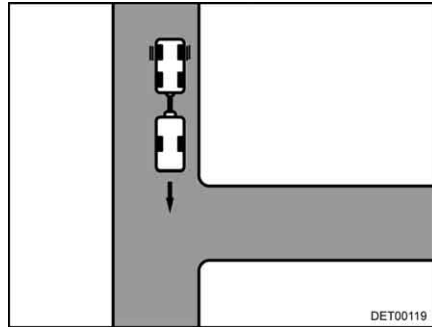

Bild 18 Start
- Kör mot infarten så långt att husvagnens bakdel befinner sig unng. framför infarten (Bild 18).